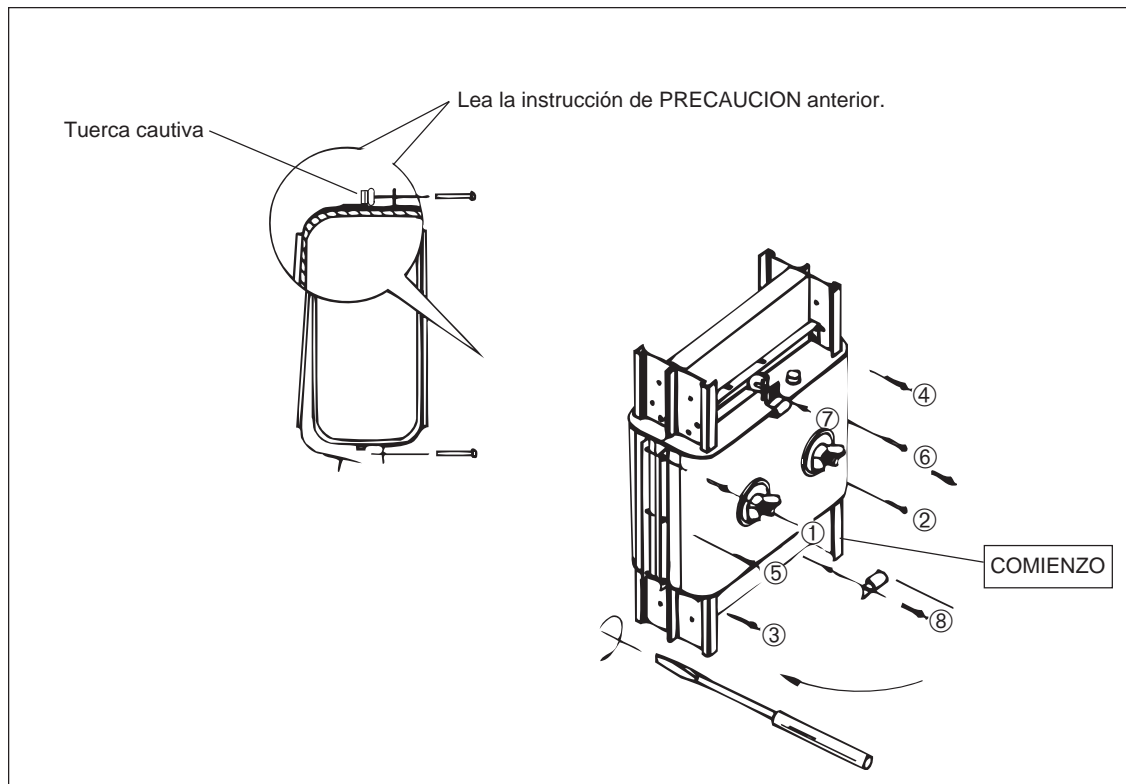

Figura 28
10. Inserte los tornillos en las tuercas y apriételes (figura 28).
Apriete los tornillos en la secuencia mostrada en la figura 28.